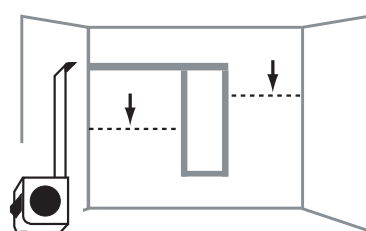

FIG. 4.0
1. En utilisant les mesures de hauteur pour les tablettes **INFÉRIEURES** (D) sur le calque, mesurer à partir de la tablette supérieure et marquer tous les emplacements des tablettes inférieures sur la paroi arrière du placard (Fig. 4.0).